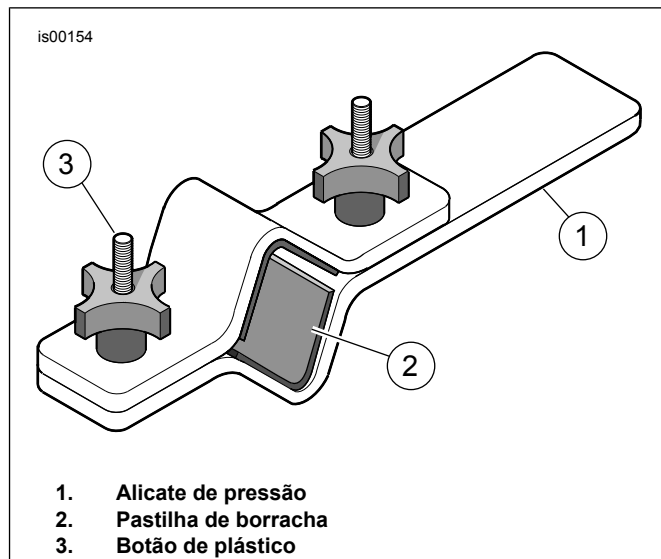
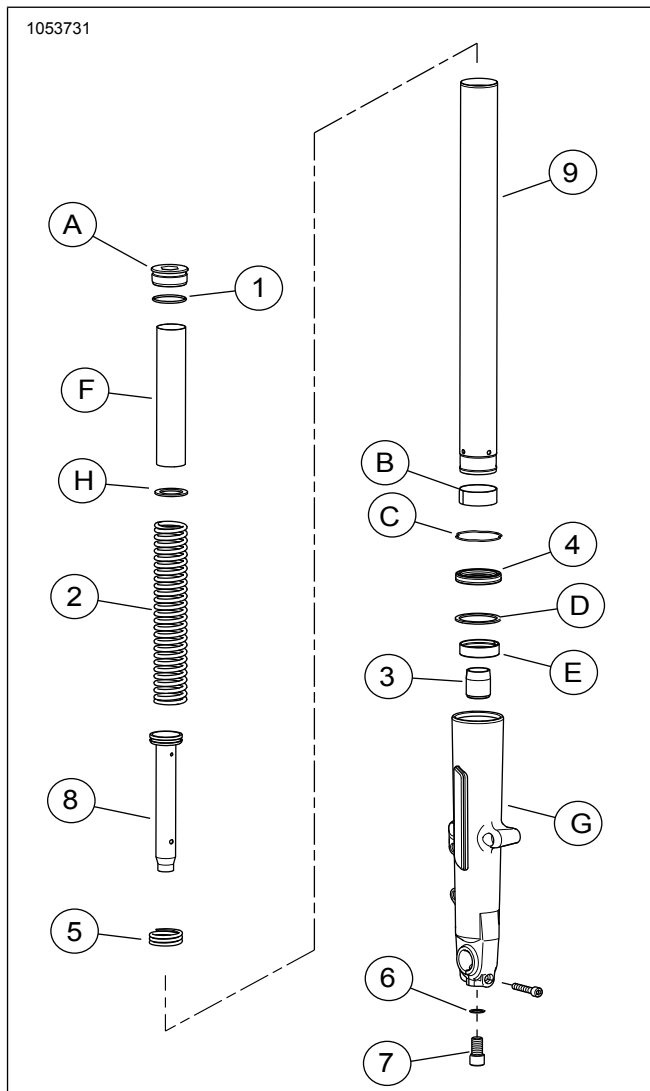

Figura 3. Suporte do tubo da forquilha (HD-41177)
Figura 6. Peças de reposição: Cartucho Touring do Garfo Dianteiro
1. Ver Figura 3 . Instalar o garfo no suporte do tubo do garfo (HD-41177) da seguinte maneira:
- a. Fixar a extremidade da ferramenta (1) em torno numa posição horizontal.
- b. Ver Figura 6 . Com o parafuso do garfo (A) virado para cima, prender o tubo do garfo (9) entre as pastilhas de borracha no lado interno da ferramenta. Apertar os botões até que o tubo do garfo esteja bem preso.
1. Ver Figura 6 . Certificar-se de que o anel do pistão esteja instalado no tubo amortecedor com os recortes virados para baixo. Coloque **a nova** mola de recuperação (5) no **novo** tubo de amortecer do kit (8). Insira o tubo de amortecedor no **novo** tubo do garfo (9).
2. Inserir a **nova** mola (2) e a coleira da mola (F) no tubo do garfo, com seção densa de bobinas em direção ao tubo amortecedor. Empurrar o fundo do tubo do amortecedor através da abertura na extremidade inferior do tubo do garfo. Colocar o **novo** fecho de óleo (3) sobre a extremidade do tubo de amor.
3. Aplicar Loctite 565 Thread Sealant no **novo** parafuso (7). Posicionar o tubo do garfo e o tubo do amortecedor no garfo deslizante (G). Manter a montagem no lugar, exercendo pressão sobre a mola. Instalar o parafuso (7) com a **nova** anilha de cobre (6) contida no kit.
- c. Ver Figura 6 . Deslizar o grampo de retenção (C) até ao fundo do tubo do garfo até que entre em contacto com o vedante do óleo do garfo. Instalar o grampo de retenção na ranhura do garfo deslizante. Não expandir ou esticar o grampo de retenção para instalar no tubo do garfo, caso contrário, o grampo pode ficar danificado.
- d. Ver Figura 6 . Insira a haste na parte superior do tubo da forquilha, até que o aro de metal assente em cima do tubo da forquilha.